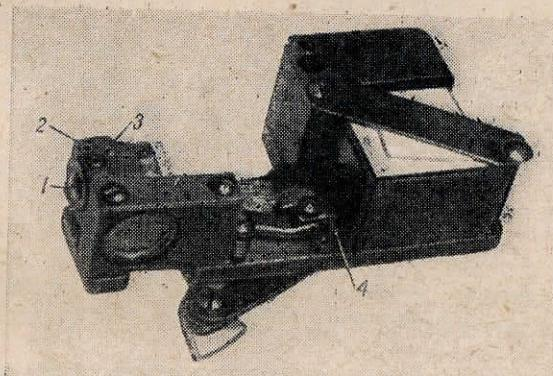

Рис. 115. Общий вид дальномера
**Юстировка** такого дальномера не представляет труда. С тыльной части, где расположена качающая малая призма, имеется винт 1 (рис. 115). Перед юстировкой этот винт